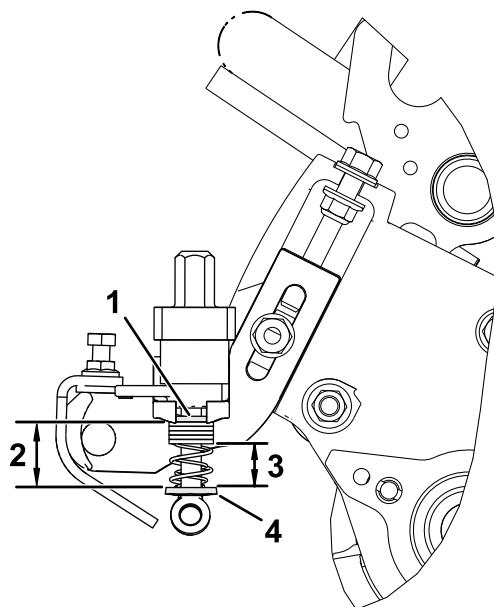

Bild 26
4. Messen Sie den Abstand zwischen den Unterlegscheiben (die aktuelle Federlänge), wie in Bild 26 dargestellt.